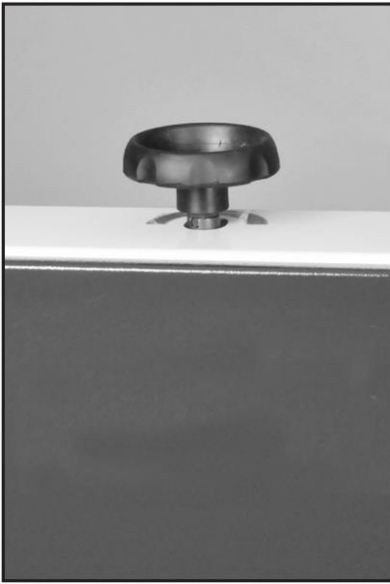

Рис. 17
1. Чтобы отрегулировать натяжение полотна, поверните маховик натяжения полотна (#1D, рис. 17) на верхней части пилы.